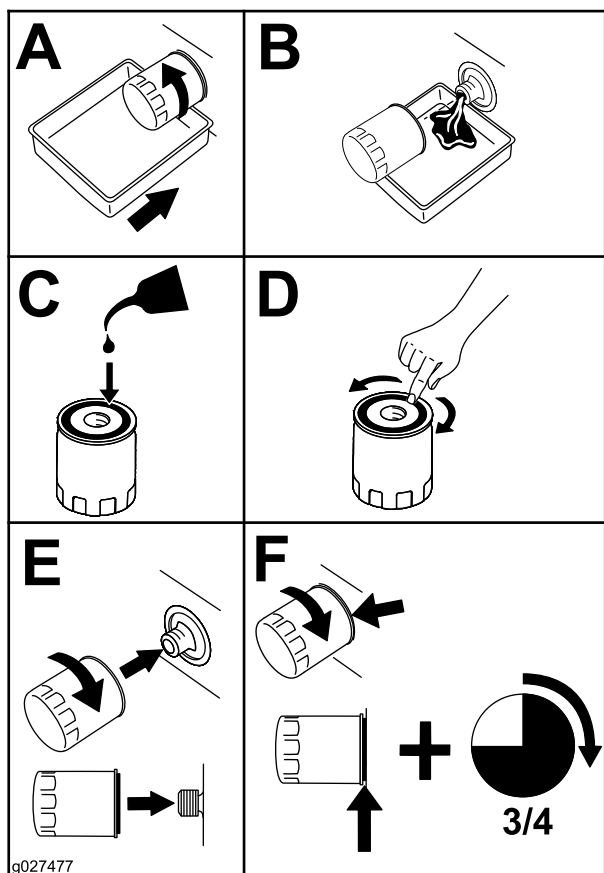

Figure 62
2. Remplacez le filtre à huile moteur (Figure 62).